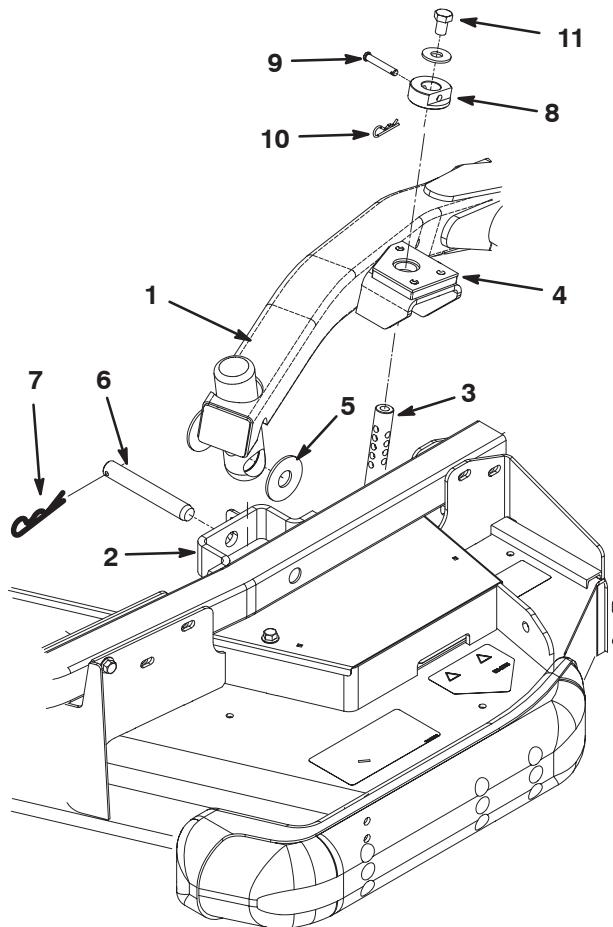

Figure 29
4. Placez le levier de levage en position de flottement. Poussez un bras de levage vers le bas jusqu'à ce que ses trous soient alignés sur ceux du support du bras pivotant ; la tige de réglage de hauteur de coupe peut alors être introduite dans les patins du bras de levage (Fig. 29).
5. Fixez le bras de levage au bras pivotant avec (2) rondelles de butée, un axe de chape et une goupille fendue. Interposez les rondelles de butée entre le bras de levage et le support de bras pivotant (Fig. 29). Insérez l'extrémité de la goupille fendue dans la fente de la patte du bras pivotant pour retenir la goupille fendue.
9. Montez les baguettes de hauteur de coupe sur les tiges de hauteur de coupe et fixez-les avec les axes de chape et les goupilles fendues (Fig. 29). La tête de l'axe de chape doit être dirigée vers l'avant du plateau.
10. Montez un boulon d'assemblage de 1/2 x 3/4 pouce et une rondelle sur chaque tige de hauteur de coupe (Fig. 29).